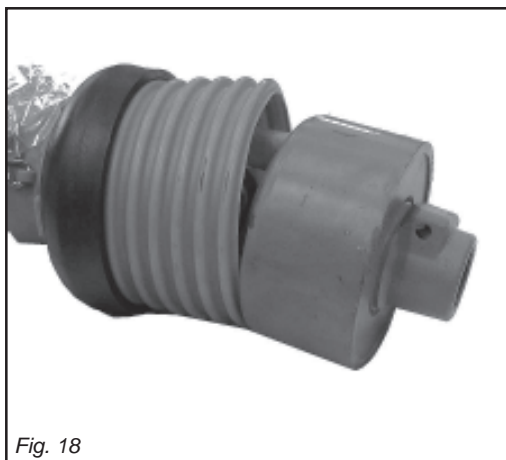

Fig. 18
Questo dispositivo (Fig. 18) serve per proteggere gli organi di trasmissione della macchina da sforzi e sovraccarichi eccessivi. Infatti in caso di sovraccarico, la trasmissione di potenza viene interrotta. Il reinnesto avviene in modo automatico riducendo il numero di giri della presa di forza.
*This device (Fig. 18) protects the transmission components of the machine from stress and excessive overloads. Drive transmission actually stops in the case of an overload and is automatically engaged again by reducing the rpm rate of the PTO.*
Diese Vorrichtung (Abb. 18) dient dazu, die Getriebeteile der Maschine vor zu großen Belastungen und Überlastungen zu schützen. Kommt es zu Überlastungen, wird die Leistungsübertragung nämlich unterbrochen. Das Wiedereinschalten erfolgt automatisch, wobei die Drehzahl der Zapfwelle verringert wird.
*Ce dispositif (Fig. 18) sert à protéger les organes de transmission de la machine des efforts et des surcharges excessives. En effet la surcharge de puissance est interrompue. Le ré-enclenchement a lieu automatiquement en réduisant le nombre de tours de la prise de force.*